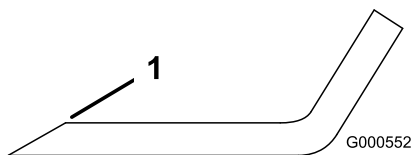

Figura 62
- Utilize uma lima para afiar aresta de corte em ambas as extremidades da lâmina (Figura 62).
Nota: Se lâmina não estiver equilibrada, lime algum metal da extremidade da aba apenas (Figura 62).